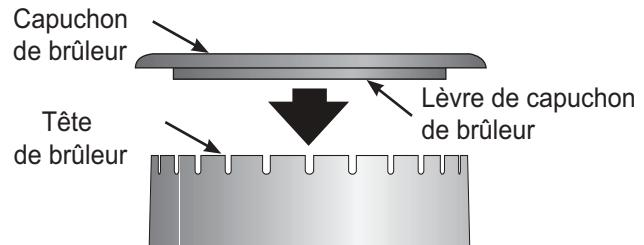

Figure 39 :Capuchon de brûleur
1. Retirer le capuchon de la tête de brûleur (voir Figure 39). Nettoyer le capuchon à l'eau chaude savonneuse et sécher soigneusement.